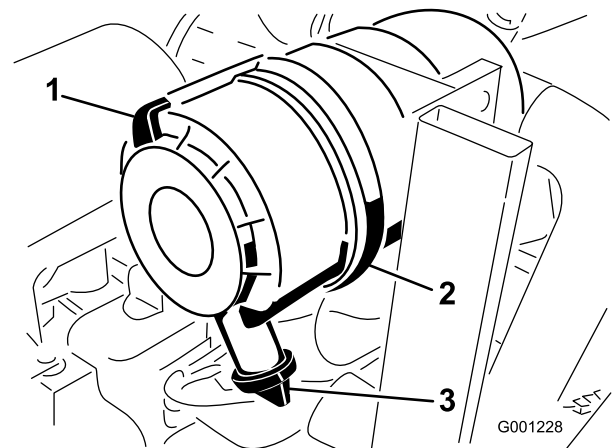

Figura 46
1. Puxe o trinco para fora e rode a cobertura do filtro de ar no sentido contrário ao dos ponteiros do relógio (Figura 46).
2. Retire a cobertura do corpo do filtro de ar (Figura 46).
8. Instale a tampa orientando a válvula de saída de borracha para uma posição descendente - entre cerca de 5:00 a 7:00 quando vista da extremidade (Figura 46).